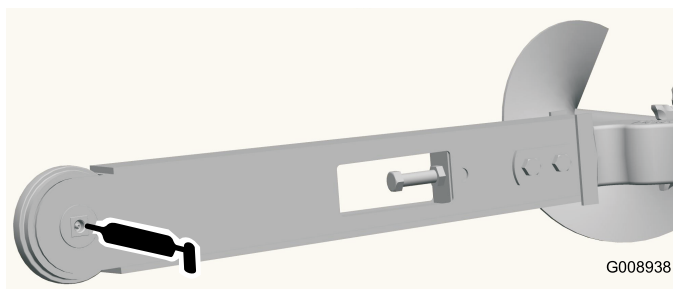
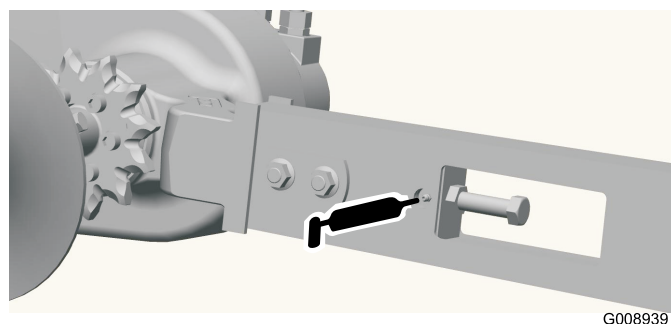

Figure 8
Figure 9
Graissez les 2 graisseurs, comme illustré aux Figure 8 et Figure 9, chaque jour et immédiatement après chaque lavage.
3. Déposez la vis sans fin de déblayage (Fig. 8).
8. Enlevez les six boulons de fixation du pignon d'entraînement (Fig. 8).
9. Déposez le pignon d'entraînement (Fig. 8) et mettez-le au rebut.
11. Placez le pignon de remplacement sur l'axe comme illustré à la Figure 8.
12. Vissez les six boulons de fixation dans le pignon d'entraînement à la main (Fig. 8).